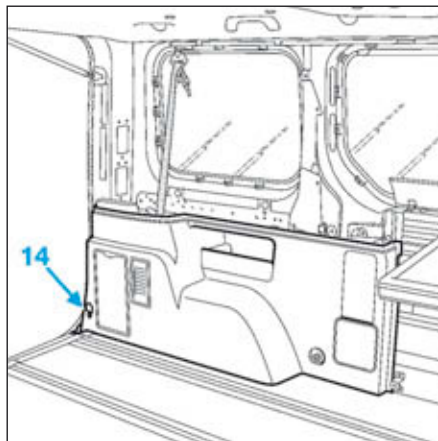

FIG.50
- la vis (14) de l'anneau d'arrimage (Fig.50).